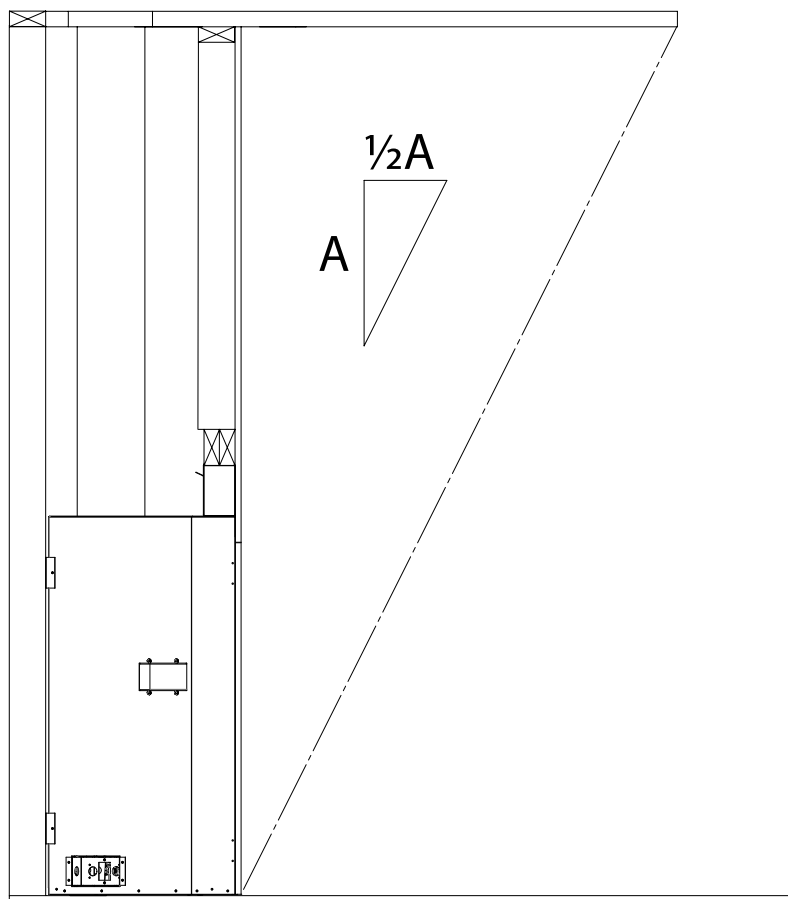

Figure 51: Exigences de profondeur de porte-à-faux
- Le foyer doit être protégé par un surplomb dont la profondeur est au moins égale à la moitié de sa hauteur à partir de la base du foyer, tel qu'illustré à la Figure 51.